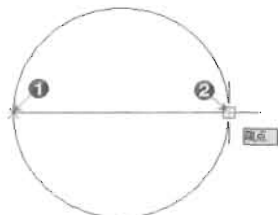

图 3-63
(3) 采用两点法绘制一个半径为 40 的圆，如图 3-63 所示，命令执行过程如下。
指定圆直径的第二个端点: @80,0 ✓ //输入第2点的相对坐标,或拾取直径的端点(2),如图 3-63